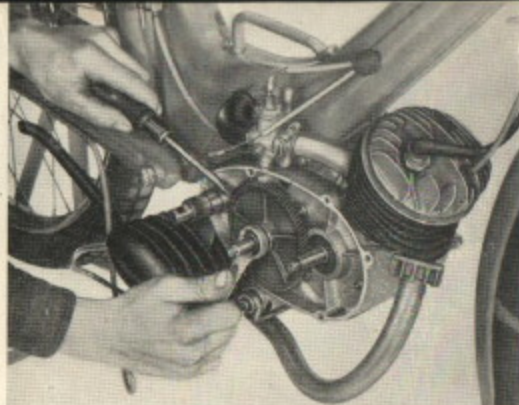

FIG. 9
- 17) Destornillar y quitar la tuerca retén del engranaje a dientes helicoidales (llave estriada 24 mm) (Fig. 9).